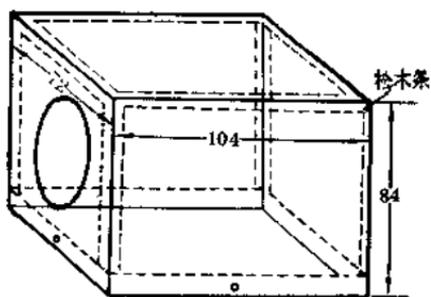
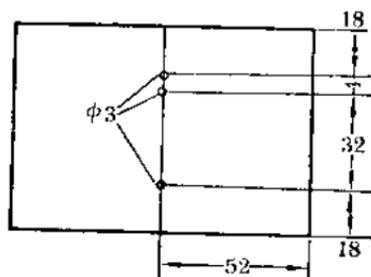
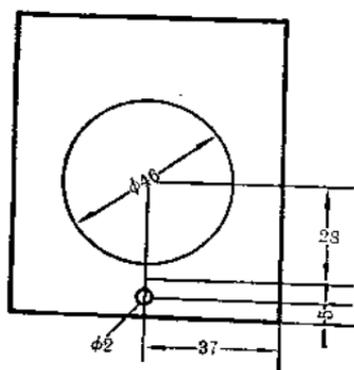
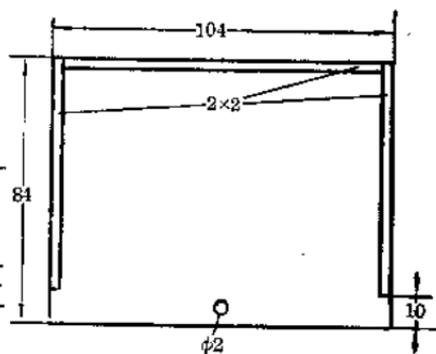

图 2
图 3 顶盖
图 4 前墙
图 5 侧墙
(1) 罩子 照图 3、图 4、图 5 所示尺寸取材,装配成图 2 所示罩子。内壁四周均用  $2 \times 2(\text{mm})^3$  的松木条胶牢。